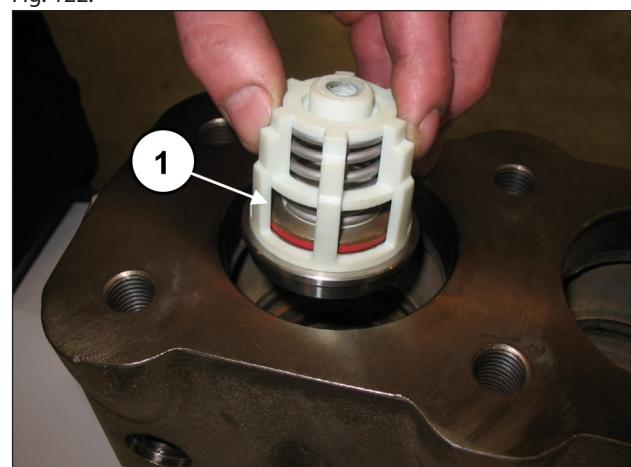
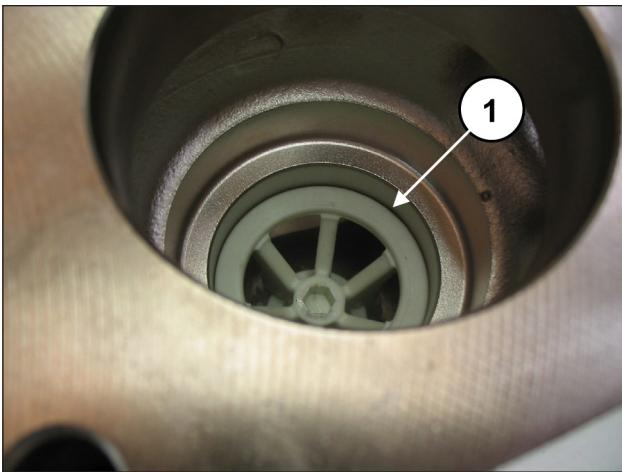

Fig. 121
Fig. 122
Insira o grupo da válvula de aspiração (pos. ①, Fig. 121) e em seguida o distanciador (pos. ①, Fig. 122).
O grupo da válvula completo deve ser inserido completamente até o fundo e apresentar-se como na pos. ①, Fig. 122.